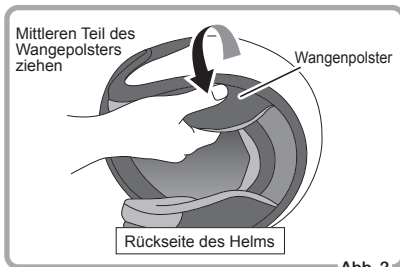

Abb. 2
- 2 Ziehen Sie ein Wangenpolster heraus, indem Sie die Mitte des Polsters wie in Abb. 2 gezeigt festhalten.